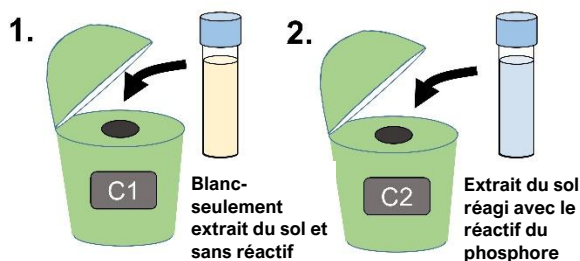

Figure 2. Lecture de la valeur du phosphate dans l'extrait de sol filtré.
12. Versez 10 mL de l'extrait acidifié du tube à essai dans un flacon de 11 mL pour le colorimètre. Ajoutez le contenu d'un sachet de réactif, fermez et agitez bien. Versez le contenu restant du cylindre (les 10 ml restants) dans un autre flacon comme blanc (voir Fig. 2 ci-dessous). *Remarque : si l'extrait bouillonne vigoureusement lorsque le pack de réactifs est ajouté, alors pour les sols de ce type, une acidification supplémentaire peut être nécessaire par suite d'un pH du sol légèrement plus élevé - par exemple, 0,15 ml d'acide sulfurique supplémentaire peuvent être ajoutés. Cependant, de petites quantités de bulles sont normales.*